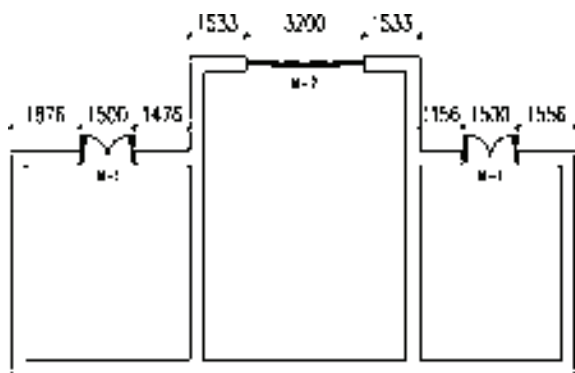

图 9-37 逐点标注
3) 重复调用“ZDBZ”命令, 继续进行逐点标注操作, 结果如图 9-37 所示。